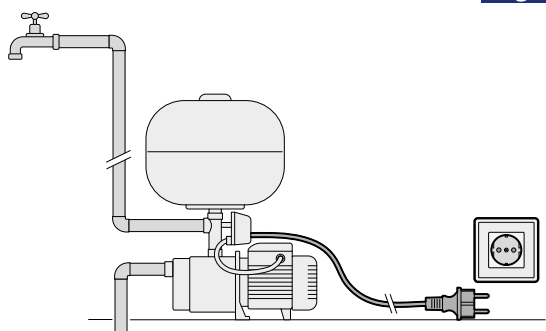

Fig. 3
- Inserire la spina del cavo di alimentazione dell'elettropompa nel dispositivo EP (**Fig.3**).